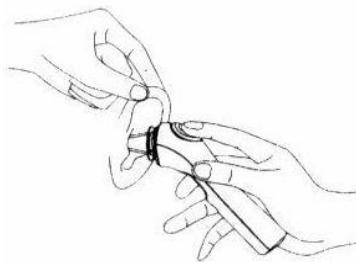

Abbildung 6.22
7. Fixieren Sie den Kopf des Patienten, Stellen Sie die Sonde in das Ohr und zielen Sie auf dem Trommelfell, oder drücken Sie die Sonde nah an der Haut, dann schieben Sie die Taste der “Messung”. Öffnen Sie die Taste, nachdem Sie in 2 Sekunden Ticken hören (siehe Abbildung 6.22).